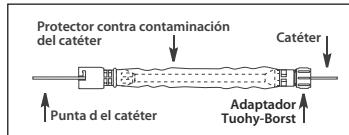

Figura 1
- a. Si va a utilizar un protector contra contaminación del catéter con adaptador Tuohy-Borst, introduzca la punta del catéter deseado a través del extremo del adaptador Tuohy-Borst del protector contra contaminación del catéter. Haga avanzar el catéter a través del tubo y el conector del otro extremo (consulte la figura 1).